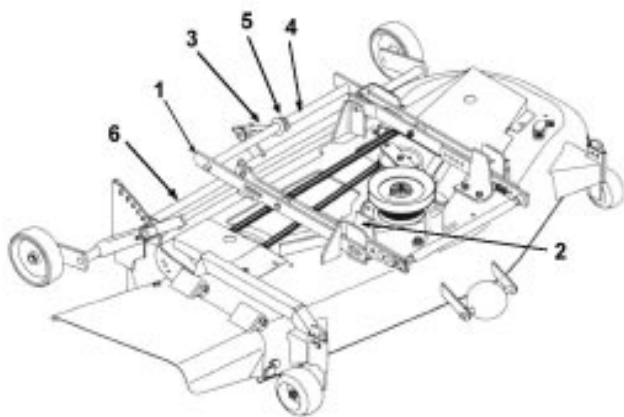

Figure 6
5. Retirer les goupilles et rondelles de la barre de nivellement, et la retirer des tringles. Déposer les colliers de blocage (fig. 6).
6. Retirer le boulon à œil et détacher le tourillon (fig. 6).
7. Rattacher le tourillon et le boulon à œil de l'autre côté de la barre plate soudée au support des galets (fig. 6).
8. Pour remonter la barre de nivellement, la faire pivoter de 180°, l'insérer dans le boulon à œil et dans le collier de blocage, puis insérer les deux extrémités de la barre dans les tringles de nivellement, et la fixer à l'aide des goupilles et rondelles d'origine (fig. 6).
9. Redresser le boulon à œil pour qu'il soit perpendiculaire à la barre, puis glisser le collier contre le boulon à œil et le bloquer en position (fig. 6).